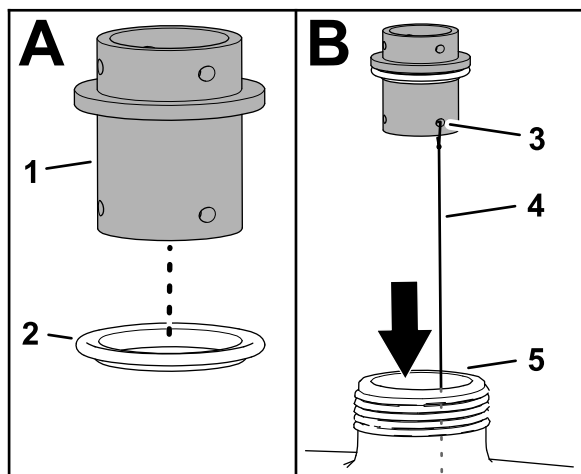
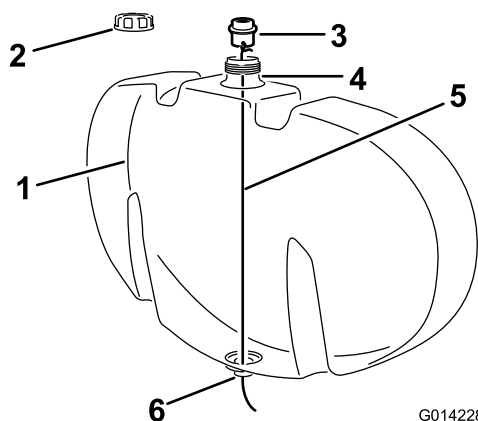

図 5
図 6
- 図 5 のように、バルクヘッドフィッティングに透明ガasketを取り付ける。
- 図 5 のように、長さ約 122cm の針金を、バルクヘッドフィッティングのリテーナフォーク穴の一つに取り付ける。
- すすぎタンクにキャップがついている場合にはキャップを取る図 6。
- 給水口から針金の先端をタンク内に降ろし、タンク底部にある開口に針金を通す図 5 と図 6。